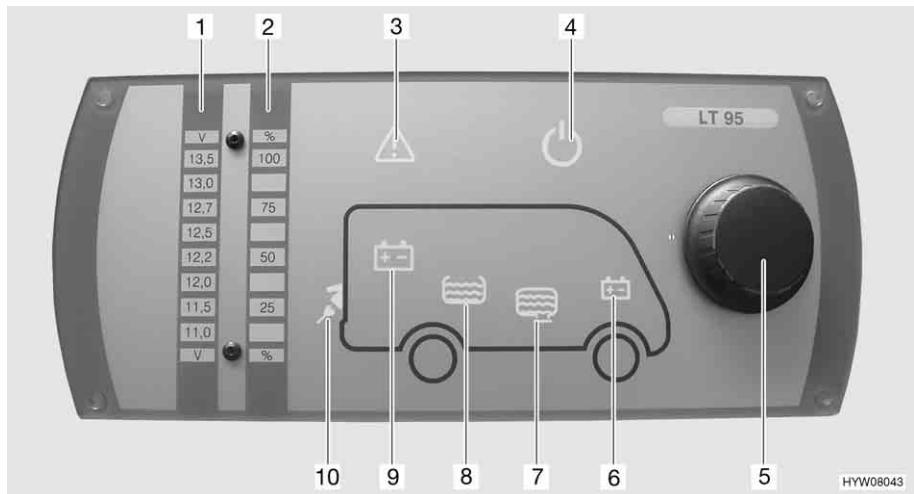

Fig. 75 Pannello di controllo (LT 95)
Il pulsante a rotazione (Fig. 75,5) inserisce o disinserisce il pannello di controllo e l'alimentazione a 12 V dell'abitacolo.
Accensione: ■ Premere il pulsante a rotazione (Fig. 75,5): L'alimentazione a 12 V dell'abitacolo è inserita. La spia di controllo a 12 V (Fig. 75,4) diventa verde.
Spegnimento: ■ Premere il pulsante a rotazione (Fig. 75,5): L'alimentazione a 12 V dell'abitacolo è disinserita. La spia di controllo a 12 V (Fig. 75,4) si spegne.
Mediante il pulsante a rotazione (Fig. 75,5) si possono interrogare sia la tensione della batteria dell'abitacolo che la tensione della batteria di avviamento. La tensione viene visualizzata sulla scala indicatore per la tensione della batteria (Fig. 75,1).
- Indicazione:* ■ Ruotare il pulsante a rotazione (Fig. 75,5), finché si accende il simbolo della batteria della quale deve essere interrogata la tensione.
Viene indicata la tensione della batteria dell'abitacolo (Fig. 75,9)
Viene indicata la tensione della batteria di avviamento (Fig. 75,6)
- Leggere la tensione sulla scala indicatore della tensione della batteria (Fig. 75,1).
Mediante il pulsante a rotazione (Fig. 75,5) si possono interrogare sia il livello del serbatoio dell'acqua che il livello del serbatoio delle acque grigie. Il livello viene visualizzato sulla scala indicatore livello dei serbatoi (Fig. 75,2).
- Ruotare il pulsante a rotazione (Fig. 75,5), finché si accende il simbolo del serbatoio del quale deve essere interrogato il livello.
Viene indicato il livello del serbatoio dell'acqua (Fig. 75,8)
Viene indicato il livello del serbatoio delle acque grigie (Fig. 75,7)
- Leggere il livello sulla scala indicatore del livello serbatoio (Fig. 75,2).
La spia luminosa Alarm (Fig. 75,3) lampeggia non appena i valori limite fissati vengono superati per eccesso o per difetto.
La spia luminosa Alarm (Fig. 75,3) lampeggia non appena la tensione della batteria scende al di sotto di 11 V. Se l'alimentazione a 12 V è accesa, si accende anche il relativo simbolo della batteria (Fig. 75,6 o 9), e l'indicatore "11,0" sulla scala indicatore della tensione della batteria (Fig. 75,1) lampeggia. Rischio di uno scaricamento totale della batteria.
La spia luminosa Alarm (Fig. 75,3) lampeggiava ed il relativo simbolo del serbatoio (Fig. 75,7 o 8) si accende non appena il serbatoio dell'acqua è vuoto o il serbatoio delle acque grigie è pieno.
La spia di controllo a 230 V (Fig. 75,10) si accende quando all'ingresso della centralina elettrica è presente una tensione di rete.